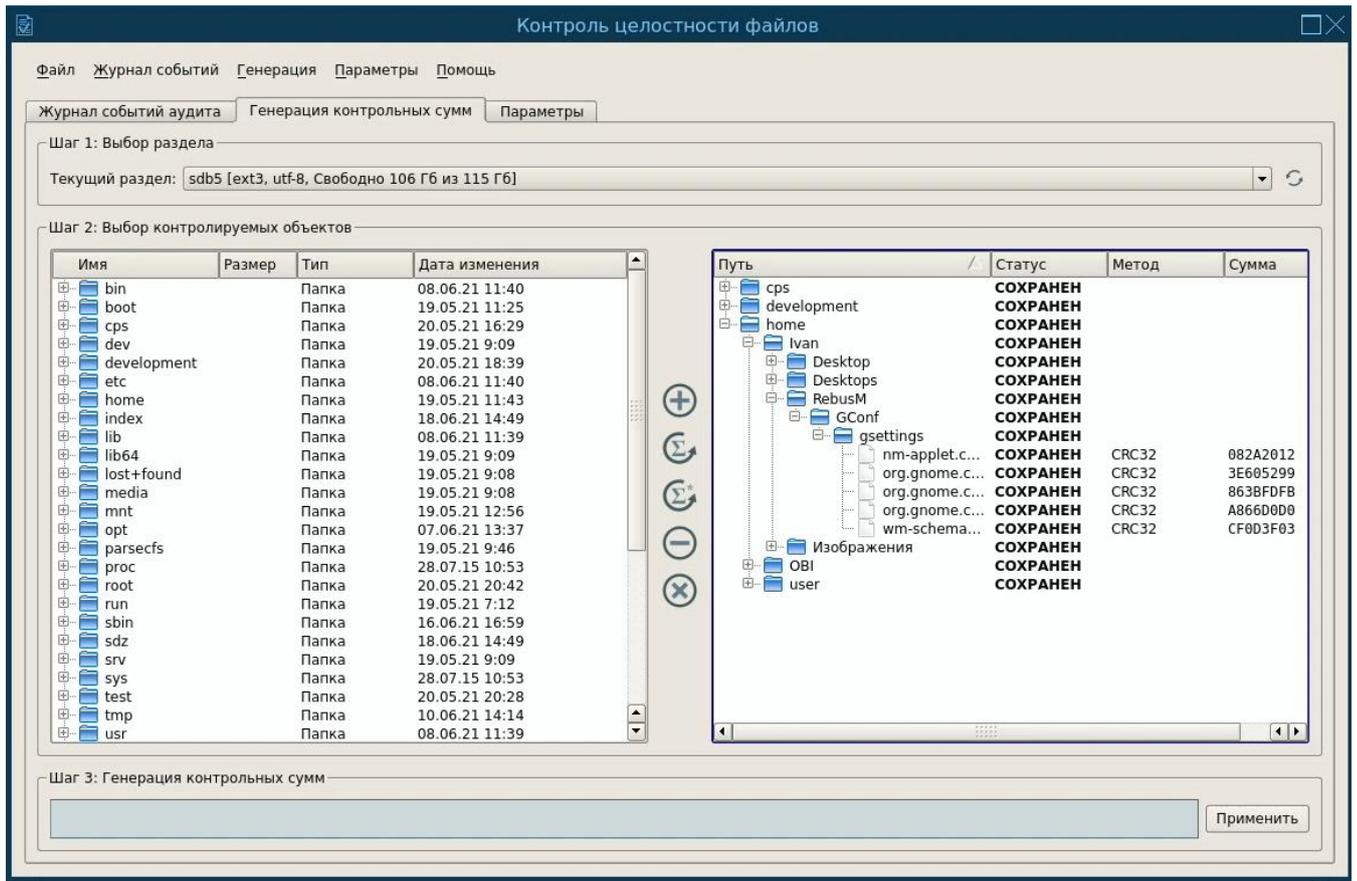

Рис. 17
- 2) перейти на вкладку «Генерация контрольных сумм» (рис. 17);